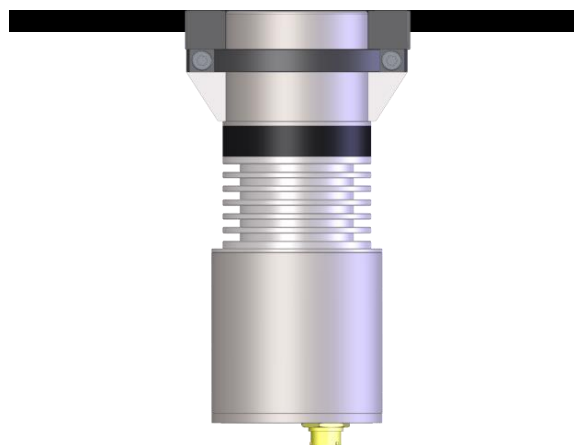

Figura 32: Sensor montado à face
5. Certifique-se de que o sensor está nivelado com a parede interna da localização de instalação (Figura 32). Ajuste a posição do anel se o sensor não estiver ao mesmo nível.